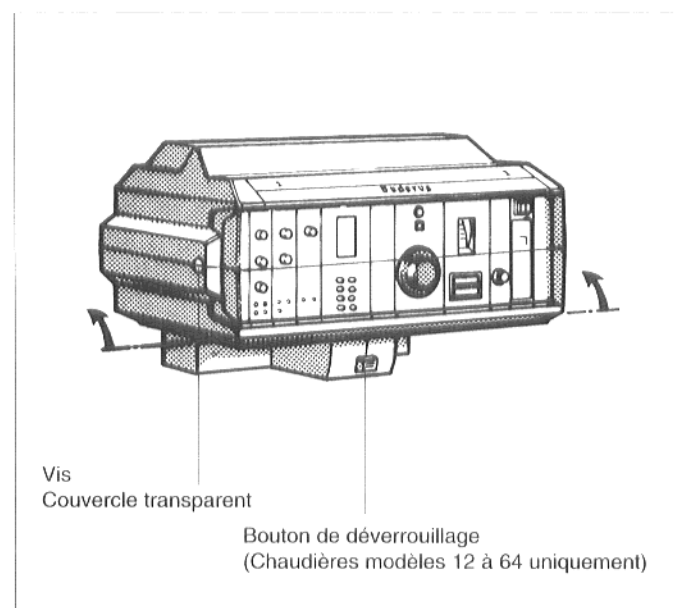

Fig. 16
- Amener la fente de la vis de fixation du couvercle transparent de l'appareil de régulation en position horizontale, à l'aide d'une pièce de monnaie par ex. Pousser le couvercle par l'avant et remettre la fente de la vis en position verticale (fig. 16).
Chaudières modèles 12 à 64 : pour pouvoir mieux examiner les éléments de réglage de l'appareil de régulation, on peut en faire basculer vers le haut la partie supérieure dans deux positions (fig. 16). Pour la replacer en position de service, appuyer sur le bouton de déverrouillage (fig. 16).